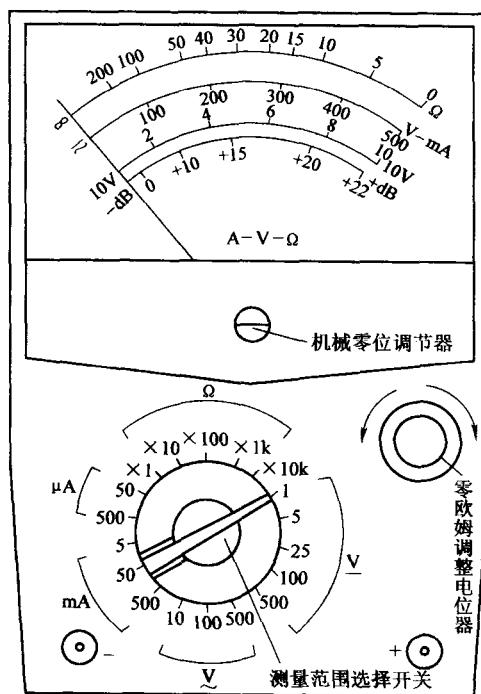

图 1-19 MF30 型万用表的外形结构
1. 指针式万用表 指针式万用表主要由表头、测量电路和转换开关 3 部分组成。表头用以指示被测量的数值，测量电路用来把各种被测量转换到适合表头测量的直流微小电流，转换开关实现对不同测量电路的选择，以适应各种测量的要求。指针式万用表的外形可以做成便携式或袖珍式，将刻度盘、转换开关、调零旋钮以及接线柱（或插孔）装在面板上，各种型式的万用表外形布置不尽相同，MF30 型万用表的外形结构如图 1-19 所示。